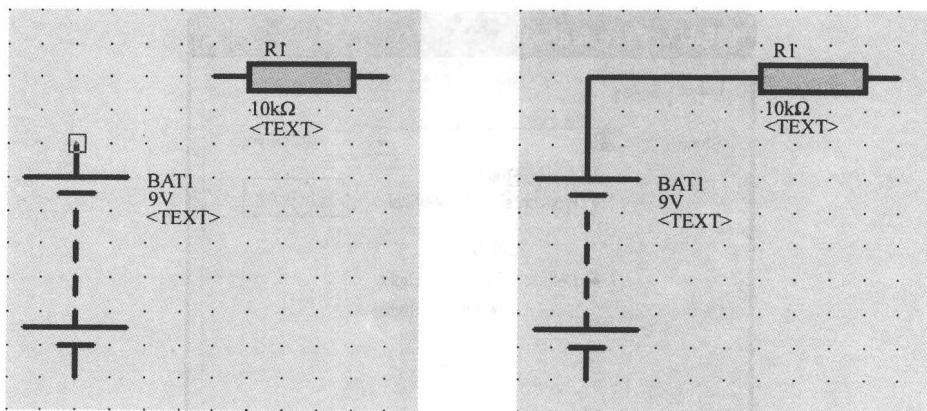

图 1-13 导线的连接
2) 如果想要 Proteus ISIS 自动写出直线路径, 只需单击另一个连接点, 如图 1-13 所示。如果用户想自己决定走线路径, 只需在拐点处单击, 在走线的过程中按下 Ctrl 键就会改变走线方式。